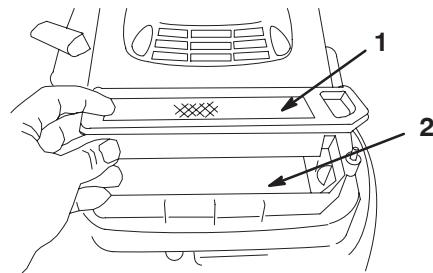

Bild 38
5. Entfernen und entsorgen Sie den Papierfilter (Bild 38).